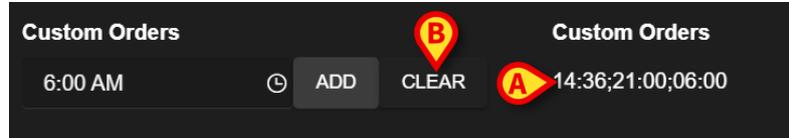

Fig 37
Para programar órdenes personalizadas adicionales, repita el mismo procedimiento. Todas las actividades programadas aparecen juntas. Véase, por ejemplo, la Fig 37 **A**.
- Pulse el botón **Clear** (Borrar) (Fig 37 **B**).